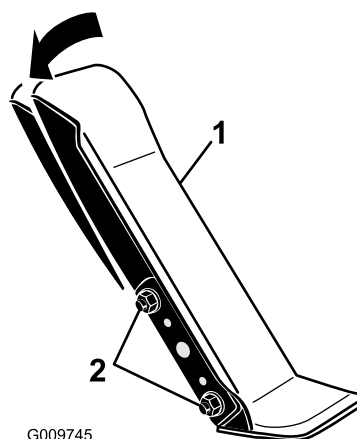

Рисунок 111
1. Ослабьте две гайки и болты крепления левой стороны педали управления тягой к кронштейну (Рисунок 111).
2. Поверните педаль под требуемым рабочим углом и затяните гайки (Рисунок 111).